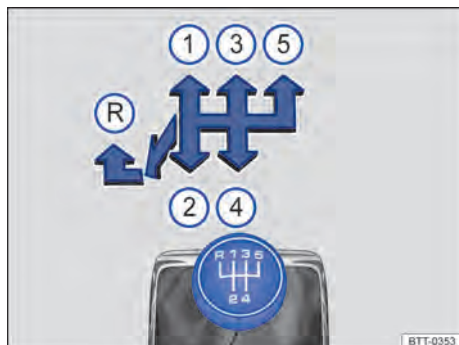
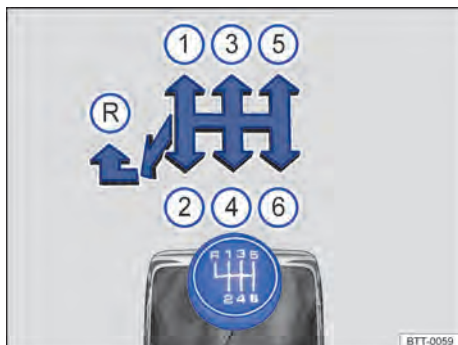

Fig. 108 Esquema de troca da transmissão manual de 5 marchas.
Fig. 109 Esquema de troca da transmissão manual de 6 marchas.
As posições de cada marcha estão representadas na alavanca da transmissão ⇒ **Fig. 108** ou ⇒ **Fig. 109**.
- Empurrar a alavanca da transmissão totalmente para a esquerda e depois para frente até a posição de marcha à ré ⇒ **Fig. 108**  ou ⇒ **Fig. 109** .